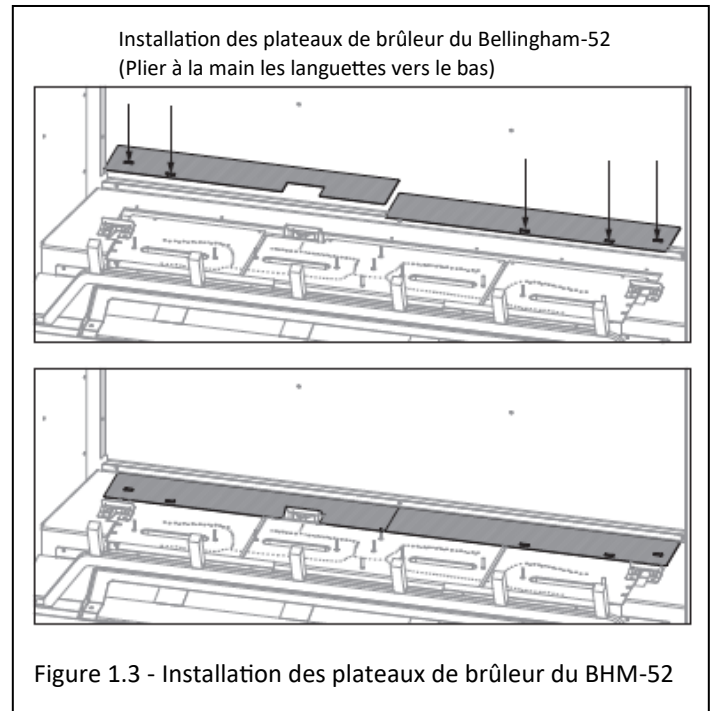

Figure 1.3 - Installation des plateaux de brûleur du BHM-52
2. Positionnez les plateaux de brûleur complètement à l'arrière du foyer, tel que montré à la Figure 1.3.